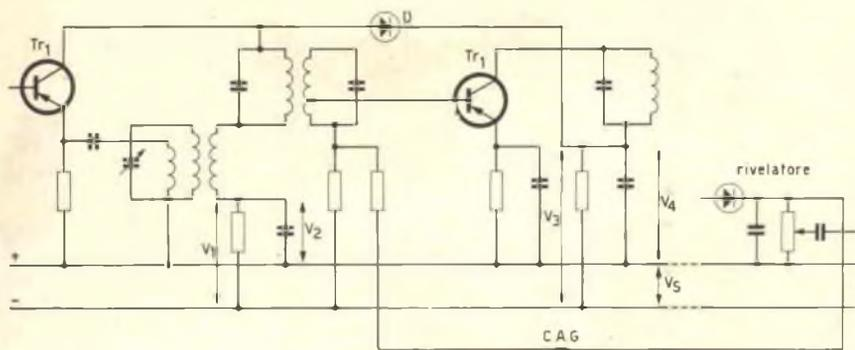

Fig. 2 - Circuito automatico di guadagno di uno stadio a frequenza intermedia per variazione di smorzamento del circuito accordato con diodo D.
Per i segnali che giungono al circuito rivelatore con una intensità piuttosto debole, la corrente di collettore è grande, di modo che la tensione  $V_4$ , sempre riferendoci alla fig. 2 è piccola. Finché la tensione  $V_4$  è minore di  $V_2$ , il diodo D rimane bloccato ed il circuito induttanza-capacità (LC) di media frequenza non risulta essere smorzato. Per segnali di maggiore intensità, sempre sul rivelatore, la corrente di